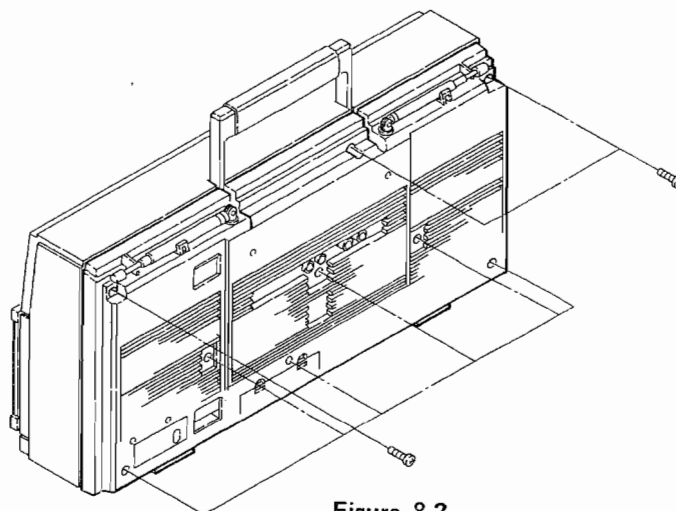

Figure 8-2
2. Remove nine screws at the front cabinet and back cabinet. See Fig. 8-2.
2. Die neun Schrauben auf dem Vorder- und Rückgehäuse entfernen. Siehe Abbildung 8-2.
2. Enlever les neuf vis situées sur le coffret avant et le coffret arrière. Voir la Figure 8-2.